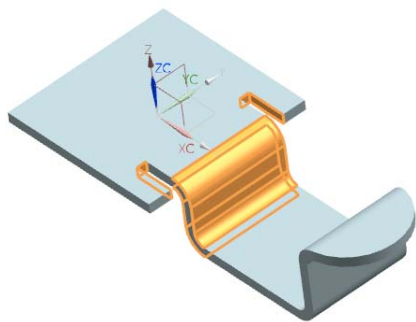

图 3-57 选择二次折弯进行编辑
- (1) 在视图区中选中如图 3-57 所示的二次折弯，双击鼠标左键，打开“二次折弯”对话框。